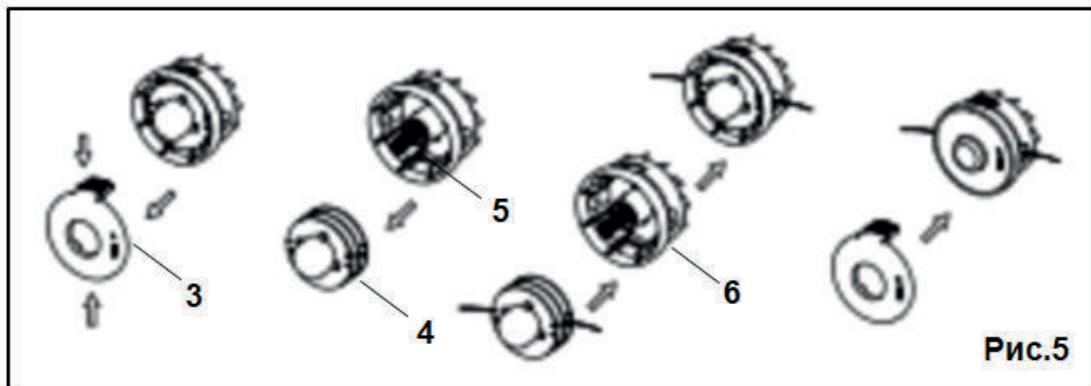

Рис.5
• Снимите крышку (3) катушки, для чего нужно освободить ее из фиксаторов, нажав пальцами на соответствующие места на корпусе катушки. Извлеките шпульку (4) и пружину (5) из катушки (Рис.5).